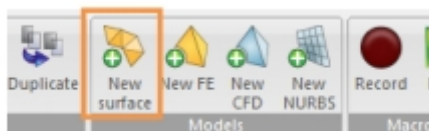

图 1-11 建立一个新的表面模型
1. 在 Home 标签中的 Model 组里，点击 new surface model（图 1-11）；